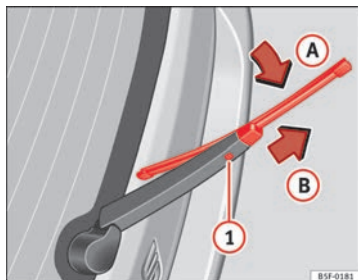

Fig. 160 Substituição da escova do vidro traseiro.
- Rode ligeiramente a escova ⇒ Fig. 160 (seta A).
- Mantenha pressionado o botão de desbloqueio ❶ e puxe ao mesmo tempo a escova no sentido indicado pela seta B.